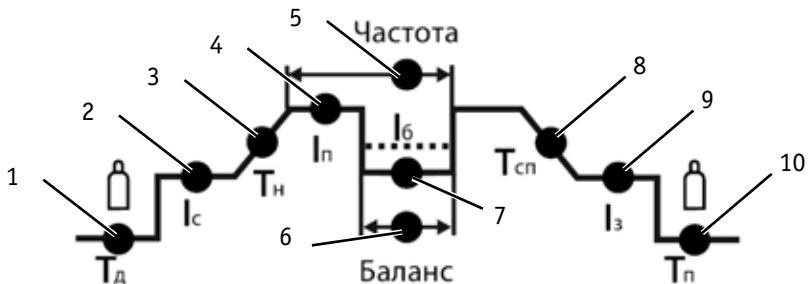

Рис. 7.2. Параметры сварки.
5	<p>Параметры сварки (см. рисунок 7.2).</p>
9. С помощью регулятора установите необходимые значения параметров сварки (см. рис. 7.2).